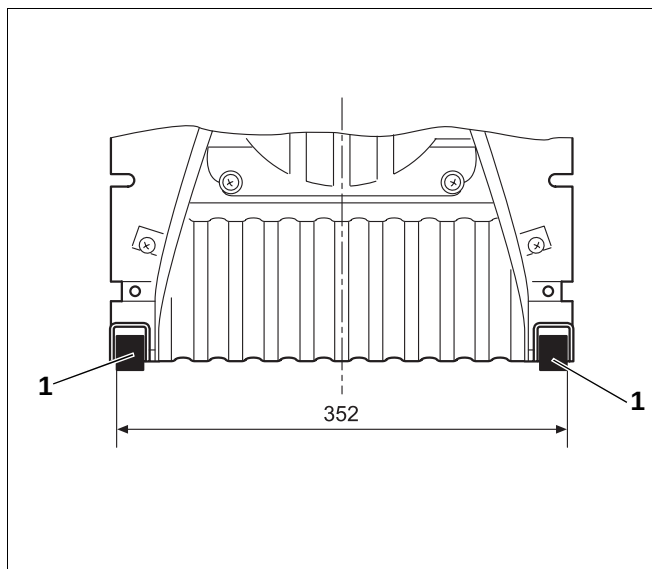

Abb. 25 Gasheizeinsatz, Rollen (Maß in mm)
- Gasheizeinsatz in die Heizkammer einbringen. Rollen (Abb. 25, **Pos. 1**) befinden sich im hinteren Bereich des Gasheizeinsatzes.